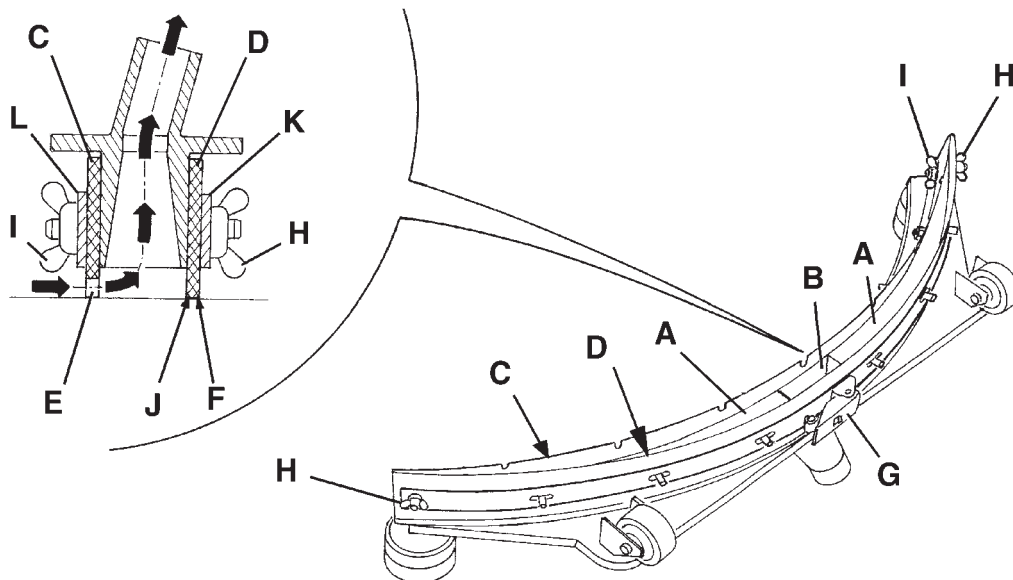
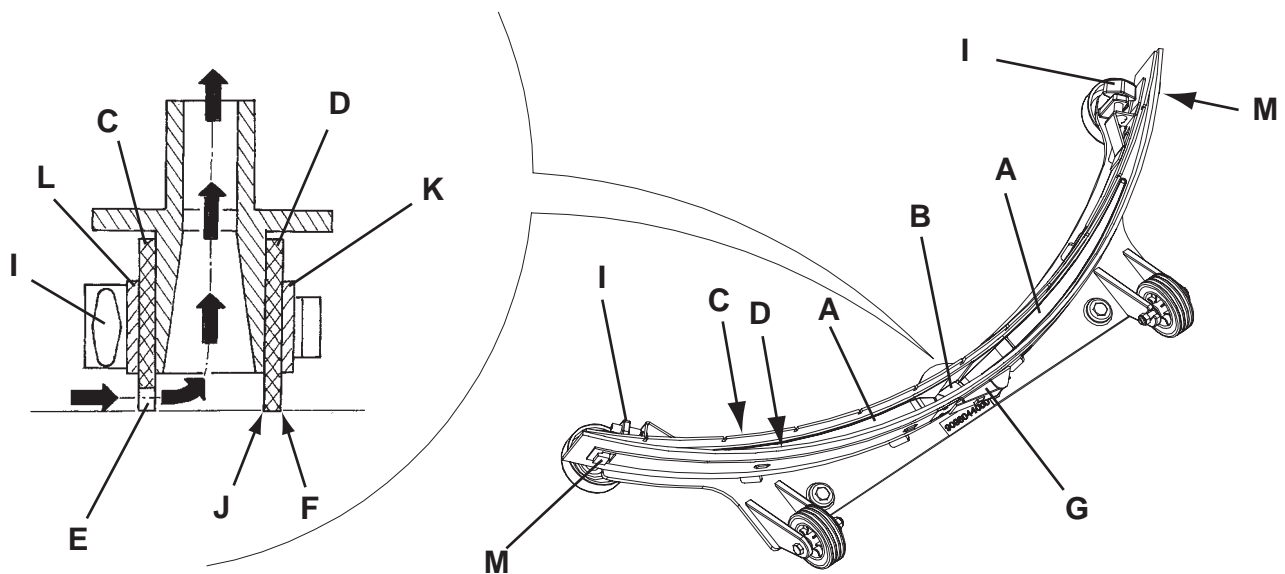

Figure 6
Figure 7
2. Positionner la clé de contact (80) sur "0".
3. Baisser l'embouchure (25) au moyen du levier (10).
4. Desserrer les boutons (26) et déposer l'embouchure (25).
5. Déconnecter le tuyau d'aspiration (15) de l'embouchure.
6. Laver et nettoyer l'embouchure en acier (Fig. 5) ou en aluminium (Fig. 6). Nettoyer en particulier les compartiments (A, Fig. 5 ou 6) et l'orifice (B). Contrôler que la lamelle en caoutchouc avant (C) et la lamelle en caoutchouc arrière (D) sont intactes et qu'elles ne présentent pas de coupures ou déchirures ; dans le cas contraire, les remplacer (voir la procédure au paragraphe suivant).
1. Nettoyer l'embouchure en acier (Fig. 6) ou en aluminium (Fig. 7) en procédant comme indiqué au paragraphe précédent.
2. Contrôler que les bords (E, Fig. 6 ou 7) de la lamelle en caoutchouc avant (C) et les bords (F) de la lamelle en caoutchouc arrière (D) se posent simultanément sur le marbre de contrôle, et en toute leur longueur ; en cas contraire, régler leur hauteur en procédant selon les instructions suivantes :
- Dégager le tirant (G, Fig. 6 ou 7) et desserrer les écrous papillons (H, Fig. 6) ou décrocher les dispositifs de retenue (M, Fig. 7) ; régler la lamelle en caoutchouc arrière (D, Fig. 6 ou 7), puis serrer les écrous papillons ou accrocher les dispositifs de retenue de retenue et engager le tirant.
- Desserrer les boutons (I) et régler la lamelle en caoutchouc avant (C, Fig. 6 ou 7), puis serrer les boutons.
3. Contrôler que la lamelle en caoutchouc avant (C, Fig. 6 ou 7) et la lamelle en caoutchouc arrière (D) sont intactes et qu'elles ne présentent pas de coupures ou déchirures ; dans le cas contraire, les remplacer comme suit. Contrôler que l'arête (J) de la lamelle en caoutchouc arrière n'est pas usée ; en cas contraire, tourner la lamelle en caoutchouc, en remplaçant l'arête usée avec l'une des trois arêtes intactes. Si toutes les arêtes sont usées, remplacer la lamelle en caoutchouc en procédant comme suit :
- Dégager le tirant (G), enlever les écrous papillons (H) ou dégager les dispositifs de retenue (M), enlever la bande de retenue (K), puis remplacer / tourner la lamelle en caoutchouc arrière (D). Pour la repose, procéder dans l'ordre inverse de la dépose.
- Dévisser les boutons (I) et enlever la bande de retenue (L), puis remplacer la lamelle en caoutchouc avant (C). Pour la repose, procéder dans l'ordre inverse de la dépose.
4. Connecter le tuyau d'aspiration (15) à l'embouchure.
5. Reposer l'embouchure (25) et serrer les boutons (26).
6. Si besoin est, régler le bouton de réglage (27) de l'équilibrage de l'embouchure.